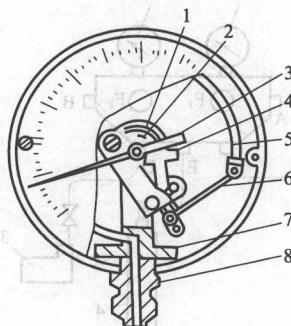

图 1-6 弹簧式压力表
(1) 弹簧式压力表的构造 弹簧式压力表是制冷设备使用最普遍的压力表，它的规格按表盘直径分为 60mm、100mm、150mm 等几种。弹簧式压力表的构造如图 1-6 所示。